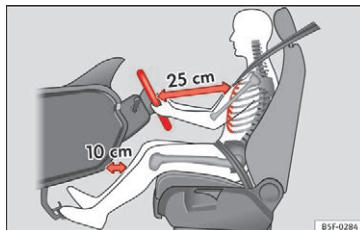
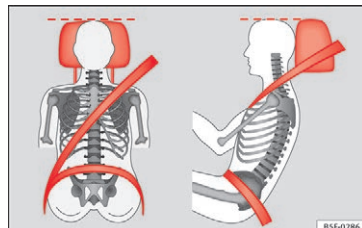

Fig. 64 Korrekt afstand mellem fører og rat
Fig. 65 Korrekt placering af sikkerhedssele og indstilling af hovedstøtte
- Indstil sædet, så afstanden mellem rattet og din brystkasse er mindst 25 cm » Fig. 64, og du med begge hænder og let bøjede arme kan tage fat om rattets sider på den yderste kant.
- Indstil sædet i længderetningen, så du kan træde pedalene ned med let bøjede ben, og afstanden til instrumentpanelet i knæområdet er mindst 10 cm » Fig. 64.
- Indstil hovedstøtten, så hovedstøttens øverste kant er på højde med den øverste del af hovedet – men ikke lavere end øjenhøjden. Baghovedet bør altid være så tæt på hovedstøtten som muligt » Fig. 64 og » Fig. 65.
Den rigtige afstand mellem føreren og rattet » Fig. 64 skal indstilles ved hjælp af betjeningselementerne på førersædet » » Side 12.